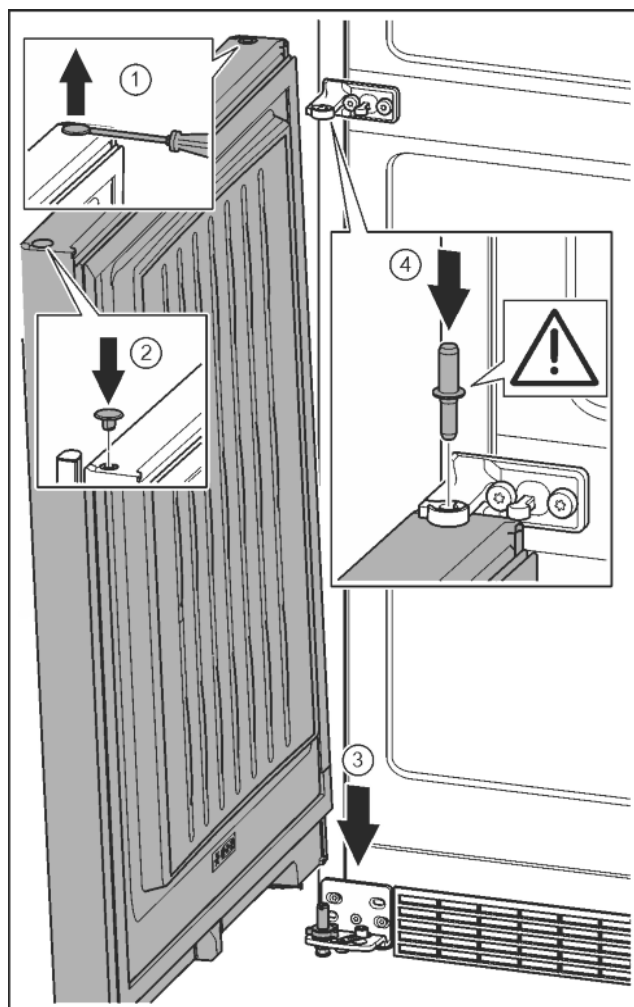

Fig. 21
- ▶ За допомогою шліцевої викрутки обережно підніміть пробку та витягніть її. Fig. 21 (1)
- ▶ Знову вставте пробку з іншого боку дверцят. Fig. 21 (2)
- ▶ Встановіть дверцята зверху на нижній опорний гвинт. Fig. 21 (3)
- ▶ Середній опорний гвинт встановіть в нижні дверцята через середній опорний кронштейн. При цьому виступ фіксатора повинен бути спрямований назад. Fig. 21 (4)